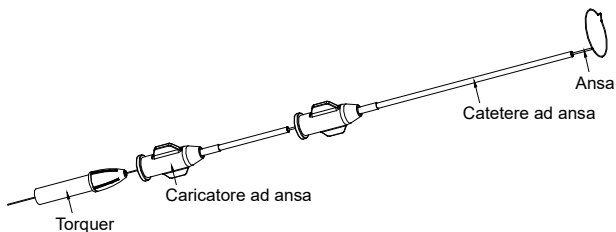
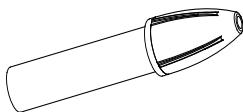

Figura 1 Sistema ad ansa SeQure™
Figura 5 Torquer
Il Sistema ad ansa SeQure™, che comprende il Sistema ad ansa generale, il Sistema ad ansa piccola e il Sistema a micro-ansa in base alle varie dimensioni del laccio e alla lunghezza dell'ansa, è costituito da un'ansa, un catetere ad ansa, un caricatore e un torquer. L'ansa è costituita da uno stelo in nitinol e un laccio, collegati insieme sulla sezione conica dello stelo in nitinol dalla forza di compressione del tubo in PTFE termorestringente. Il laccio è composto di fili di nitinol intrecciati a spirale con un filo di tungsteno rivestito di nitruro di titanio per migliorare la radiopacità. Il piano del laccio è perpendicolare allo stelo in nitinol. Il laccio ad ansa preformato può essere introdotto attraverso il catetere senza rischio di deformazione, grazie alla memoria di forma e alle proprietà superelastiche del nitinol. Il catetere ad ansa è costituito da un tubo in polietilene (PE). Il raccordo luer lock presenta una banda marcatrice radiopaca in corrispondenza della sua punta distale per migliorare la visibilità durante l'operazione. L'ansa è preassemblata con caricatore ad ansa e torquer, quindi imballata con il catetere corrispondente (vedere da Figura 1 a Figura 5).